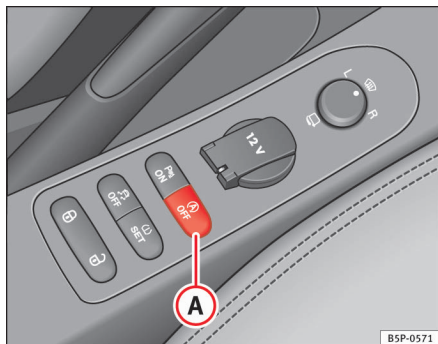

Fig. 139 Knap til start-stop-system
- Tryk på knappen **A** ⇒ fig. 139 i midterkonsollen. Når start-stop-systemet er deaktiveret, lyser kontrollampen i knappen.
- Tryk på knappen **A** ⇒ fig. 139 i midterkonsollen. Kontrollampen i knappen slukker. ■